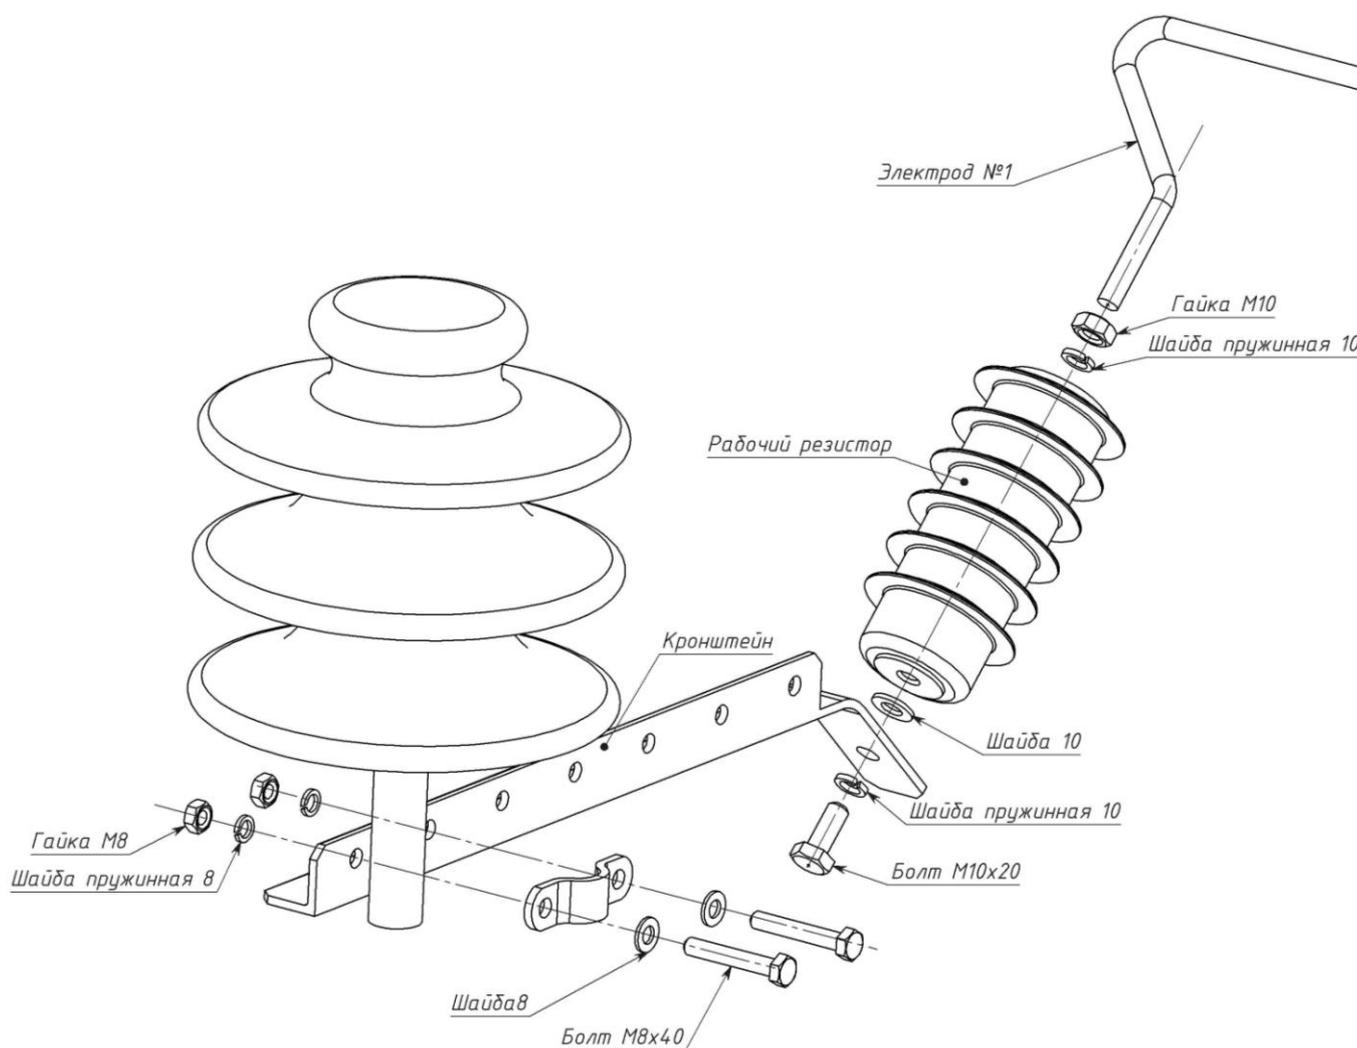

Рис.2 Монтаж устройства для защиты от перенапряжений нелинейное типа УЗПН-Ш.
Монтаж устройств производится согласно рис. 2.
10.2 Монтаж устройств производить в следующем порядке (рис.2):